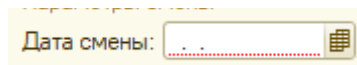

Рисунок 25
3.3.4 заполнить поле «Дата смены» (рисунок 25);